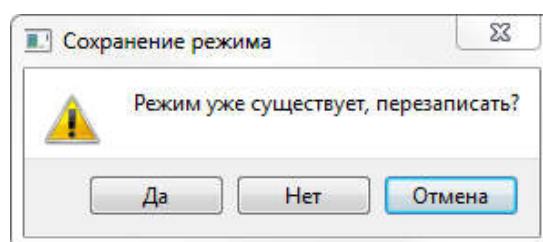

Рис. 2.4.10 Перезаписать режима
- «Ок» - если после выбора даты и времени нажать эту кнопку, то режим будет сохранен за это время, если же за это время уже сохранен режим, после подтверждения запроса (рис. 2.4.10), имеющийся режим будет стёрт, а текущий режим будет сохранен.
Если за данное время или в выбранном каталоге уже был сохранен режим, то появится окно (рис. 2.4.10).